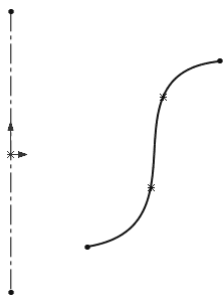

图 5-31 旋转草图
- 2) 弹出“旋转”属性管理器，选择图 5-31 所示的旋转草图及基准轴。由于草图是开环，属性管理器自动选择“薄壁特征”复选框。设置薄壁厚度为 1 mm，同时在右侧的图形区中显示生成的旋转特征，如图 5-32 所示。